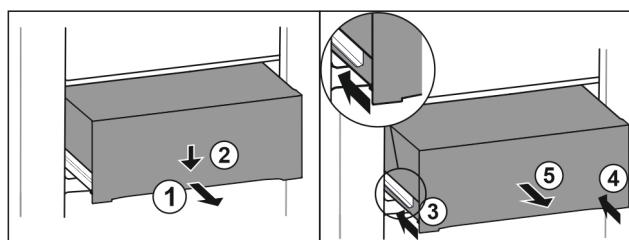

Fig. 114
- Extragăți pe jumătate sertarul. Fig. 114 (1)
- Apăsați în jos sertarul pe partea frontală. Fig. 114 (2)
- Inserați şina stângă aproximativ 2 cm. Fig. 114 (3)
- Inserați şina dreaptă aproximativ 2 cm. Fig. 114 (4)
- Extragăți sertarul spre înainte. Fig. 114 (5)